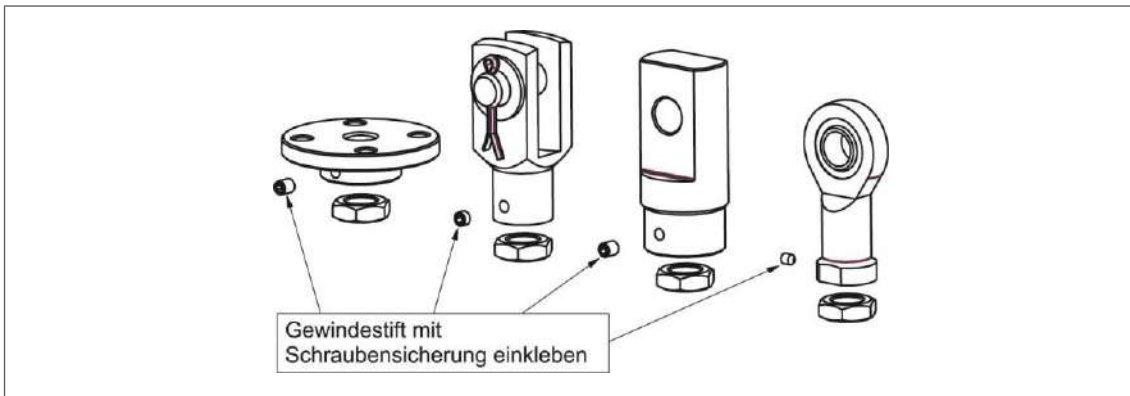

Abb. 7: Flansche, Gabel-, Schwenklager- u. Kugelgelenkköpfe nach Einstellen der Position fixieren.
3. Die Schrauben für die Baugrößen 50 und 100 der Baureihe ZA an den Langlöchern mit Scheiben (z.B. nach DIN 1441) montieren. Spindelkopf (siehe Abb.7) montieren, Sicherungsschrauben mit Schraubensicherung (z.B. Loctite) fixieren, Kontermutter (bis Baugröße 100) montieren.